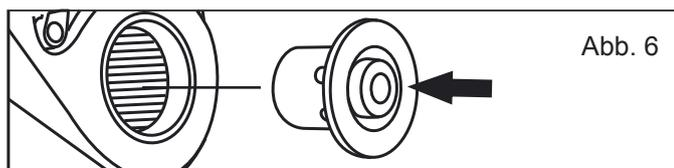

Abb. 6
1. Den Einsatz (2) bis zum Anschlag in die Verzahnung stecken.
2. Auf der Gegenseite mit dem Arretierstück (1) fixieren. (Der federnd gelagerte Knopf des Arretierstückes ist dabei gedrückt zu halten. Abb. 6)
3. Zum Wechseln des Abtriebseinsatzes den Knopf des Arretierstückes drücken, Einsatz herausnehmen und die Schritte 1. bis 2. wiederholen (Abb. 6).